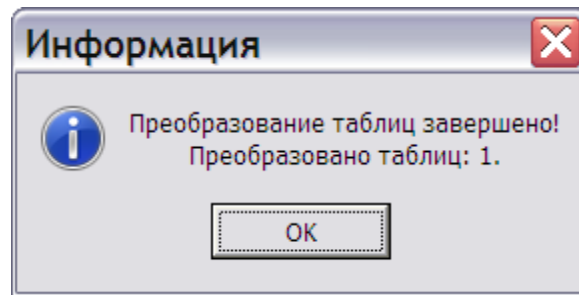

Рис. 7.50
4. На инструментальной панели окна дерева операций нажмите на кнопку **Преобразовать неформальные таблицы**. В случае успешного преобразования появится сообщение (Рис. 7.50).